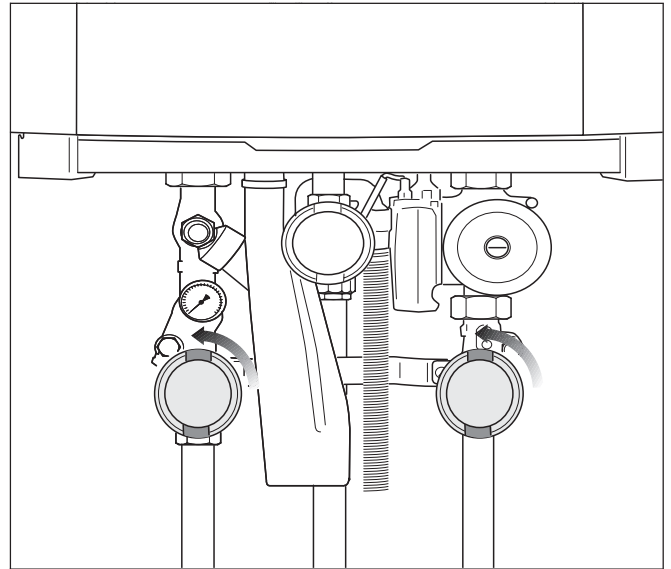

Fig. 12 Aprire i rubinetti di manutenzione (qui: posizione aperta)
- Aprire i rubinetti di manutenzione della mandata e ritorno del riscaldamento (fig. 12) (posizione aperta: in parallelo al tubo).